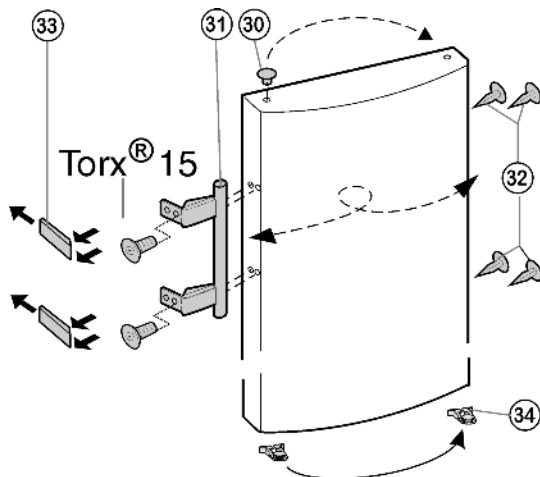

Fig. 7
- Klik de veerklem Fig. 7 (34) uit de deur en plaats hem naar de andere scharnierkant om.
- Til de stop Fig. 7 (30) uit de deurlagerbus en plaats hem om.
- Monteerdeurgreep Fig. 7 (31), stop Fig. 7 (32) en drukplaten Fig. 7 (33) af en monteer ze aan de tegenoverliggende kant.